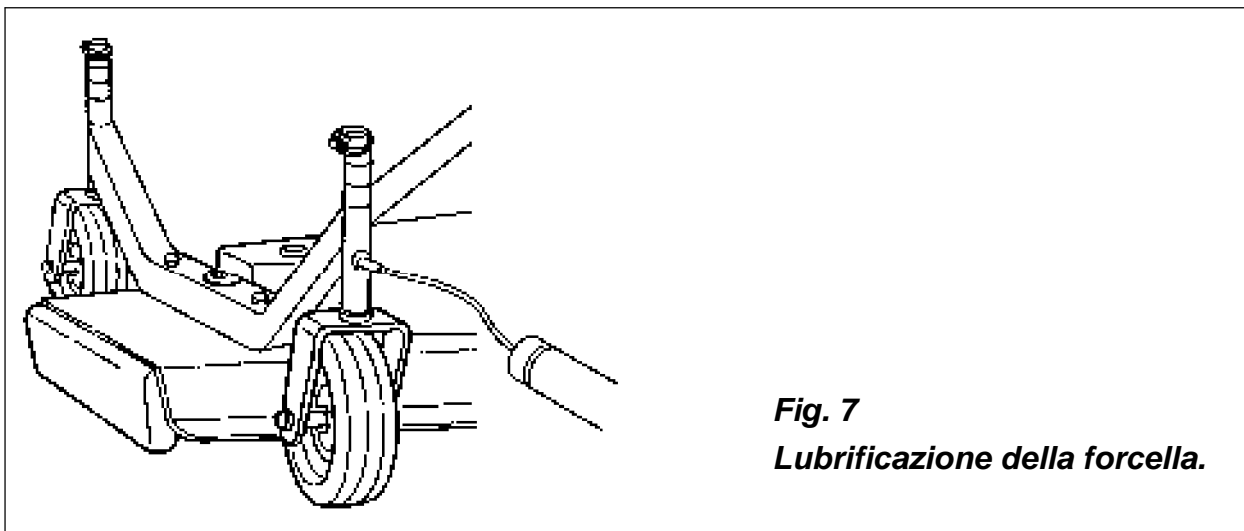

Fig. 7
1. **lubrificare l'albero cardanico, le forcelle delle ruote, e le ruote.** Per il cardano sono sufficienti due o tre colpi di ingrassatore a livello delle crociere e degli alberi telescopici; lo stesso vale per gli ingrassatori delle forcelle-ruota (**vedi fig. 7**). Per quanto si riferisce al cardano seguire le istruzioni contenute nel libretto uso e manutenzione del cardano fornito dal costruttore del cardano.